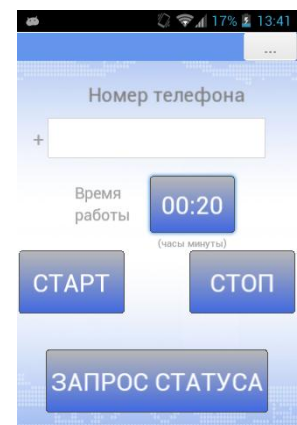

Рис.6.8 – Экран приложения*
* Внешний вид приложения может отличаться от представленного на рис.6.8.